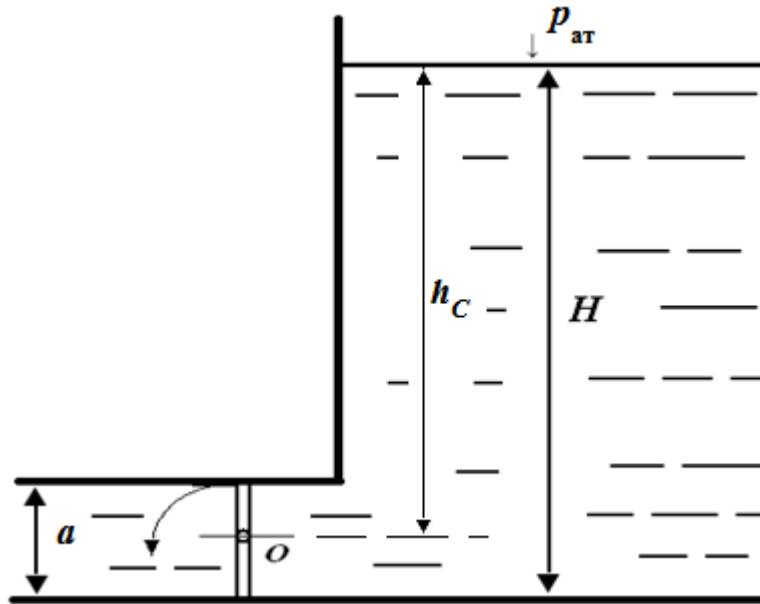

Рис. 1
Выход воды из резервуара перекрывает прямоугольный затвор, врачающийся вокруг горизонтальной оси (рис. 1). Глубина воды в резервуаре  $H = 5$  м, высота затвора  $a = 1$  м, ширина затвора  $b = 2$  м. Определить силу  $P$  давления воды на затвор и центр давления. Построить эпюру гидростатического давления на затвор.
**Решение.** Из рис. 1 следует, что глубина погружения центра тяжести затвора составляет: